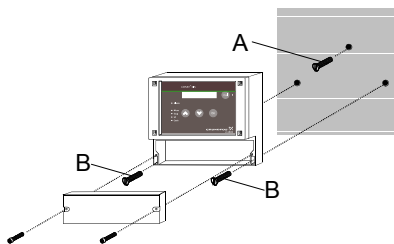

Fig. 4 Diagrama de montare
2. Înșurubați șurubul (A) în centrul diblului de sus până la aprox. 1 cm. Vezi fig. 4.
4. Puneți instrumentul pe șurub (A).
5. Strângeți instrumentul cu cele două șuruburi (B).